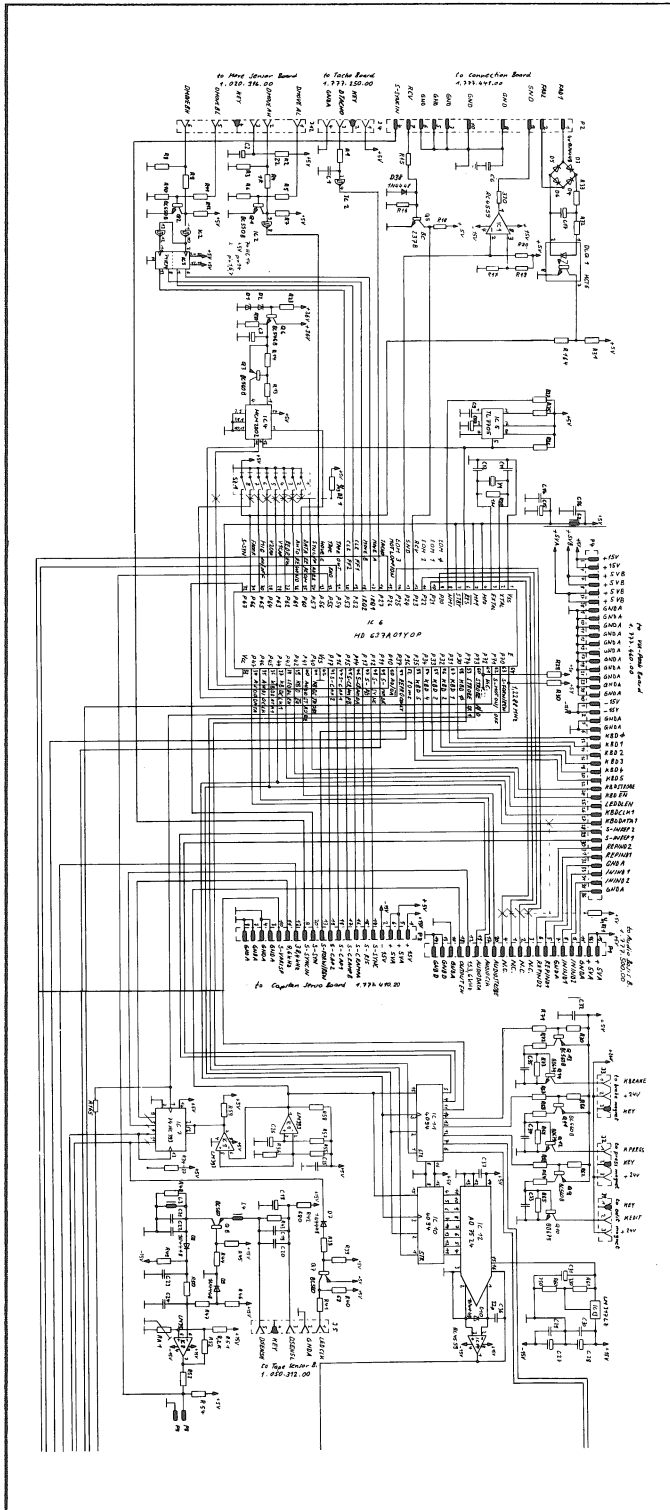

Fig. 3
- Im "PLAY" Betrieb berechnet der Prozessor aus Bandgeschwindigkeit und Drehzahl des rechten Wickels den richtigen Bandzug. Signalpfad: Prozessor IC6 (Fig.3), serieller Bus (KBDDATA1), Schieberegister IC10 (Fig.3), D/A-Wandler IC12 (Fig.3).
Die Zählerrolle, die eine Fünfterteilung aufweist, wird durch zwei Optokoppler (DLQ1, DLQ2) abgetastet. Die abgetasteten Signale werden über den Stecker (J12) der Auswerterschaltung auf dem CONTROL BOARD (Fig. 3) zugeführt. Mit Hilfe dieser Auswerterschaltung (IC2, IC3 und Q1, Q2) kann der Prozessor die Geschwindigkeit und Drehrichtung des Bandes feststellen.
Auf dem TAPE SENSOR BOARD befindet sich eine IR-Sendediode (DL1), die mit 38,4 kHz moduliert wird, sowie einen IR Empfangstransistor (QL1), der je nach Bandsorte, Normal- oder Markierband, einen Strom dem Parallelschwingkreis (L4, C19, C20) auf dem CONTROL BOARD (Fig. 3) liefert. Das gefilterte Signal wird, nachdem es gleichgerichtet ist, dem Komparator (IC 8) zugeführt. Das ausgewertete Signal wird dem Prozessor (IC6, Pin 22) weitergegeben. Mit dem